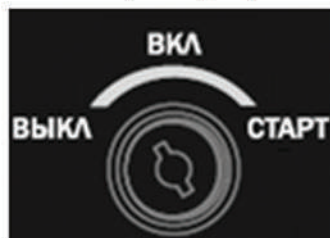

Рис. 14
4. Для пуска генератора с электростартером поверните ключ зажигания в положение «СТАРТ» (рис. 14) и удерживайте ключ в этом положении до пуска генератора, но не более 5 секунд. После пуска генератора ключ нужно отпустить.